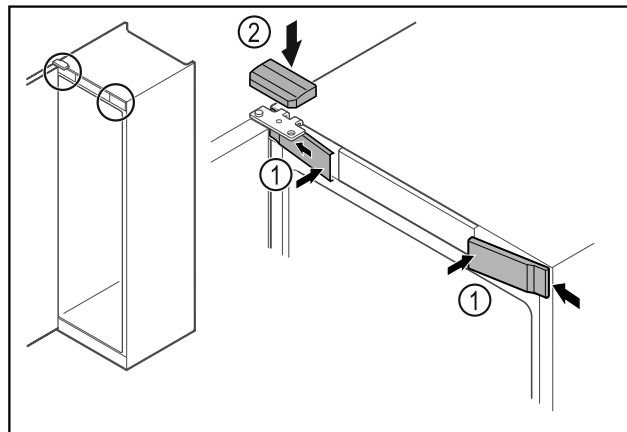

Fig. 68
- ▶ Przednie osłonki Fig. 68 (1) założyć z boku i zaczepić.
- ▶ Górną osłonkę Fig. 68 (2) zaczepić od góry.